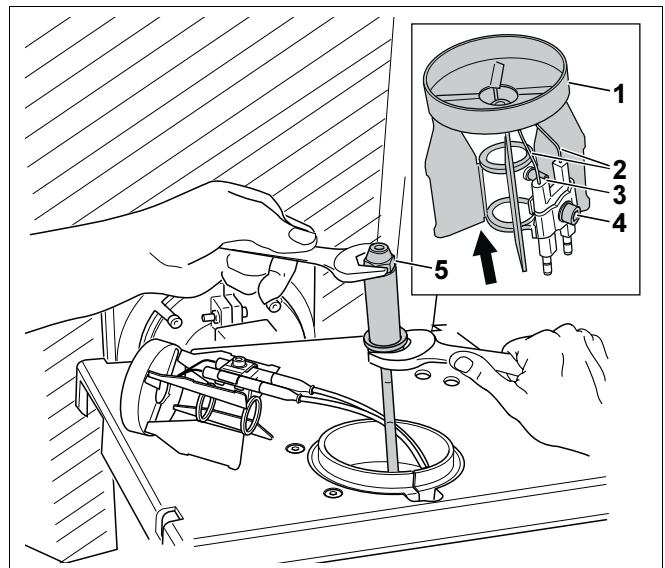

Рис. 19 Замена форсунки и запальных электродов
- Установить горелку в положение для обслуживания (рис. 19).
- Проверить загрязнение форсунки, распределительного диска и запального электрода, очистить или заменить при необходимости (рис. 19).
- Ослабить винт с внутренней шестигранной головкой (SW 4, рис. 19, поз. 3) и снять распределительный диск (рис. 19, поз. 1).
- Открутить форсунку (рис. 19, поз. 5) двумя гаечными ключами SW 16 и SW 19.
- Снова установить распределительный диск (рис. 19, поз. 1) и закрепить винтом с внутренним шестигранником (рис. 19, поз. 3).
- Ослабить винт с внутренним шестигранником (SW 4, рис. 19, поз. 4).
- Заменить запальные электроды (рис. 19, поз. 2).